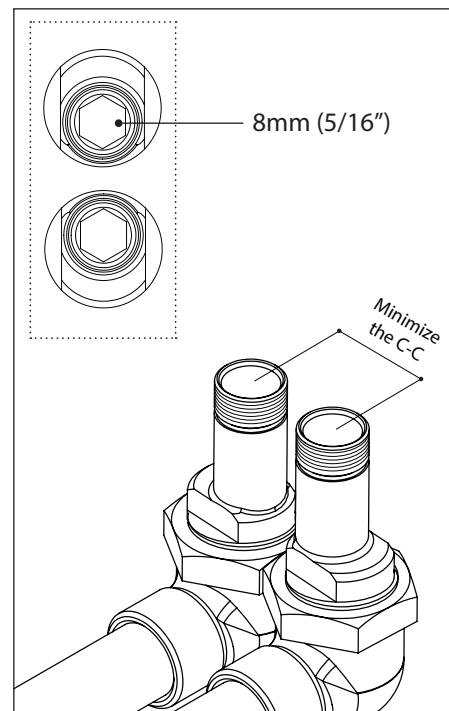

Fig.3
Separate the adaptors from the hoses by unscrewing the nut (4) (fig.3) while pulling-out at the same time (until the thread is engaged).
Referring to fig.3, install the asymmetrical hose adaptors to the supply-pipes inlets. Be aware you can also use 8mm (5/16") Allen Keys to thread the adapters in place. For a trouble-free installations bring the 2 hoses adapters as close from one another as possible.
Séparer les adaptateurs des alimentations flexibles en dévissant leurs écrous (4) (fig. 3) tout en exerçant une traction (jusqu'à ce que le pas de vis soit engagé). Se référant à la fig.3, installer les adaptateurs asymétriques sur les arrivées d'eau chaude et froide. Vous pouvez aussi utiliser une clé Allen 8mm (5/16") pour fixer les adaptateurs en place.
Completely insert the hot and cold hose-ends (3) into the appropriate adaptors (5) and lock in place using the nut with "endless" thread (4)... turn until it becomes loose. (fig.3).
Enfoncer complètement les embouts des alimentations flexibles (3) dans les adaptateurs appropriés (5) et les sécuriser en place à l'aide des écrous au filet « sans fin » (4)... Visser jusqu'à ce que le mouvement soit libre. (fig.3).